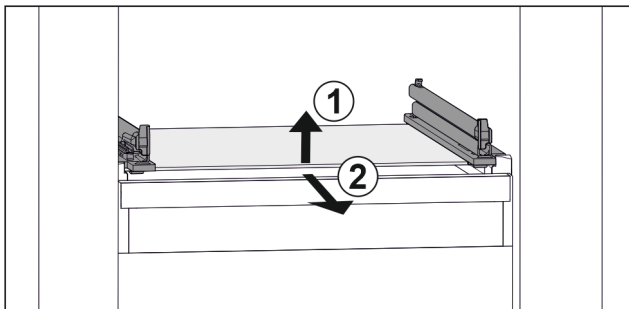

Fig. 121 Az üveglap példaként szolgáló ábrázolása
- Emelje meg az üveglap elejét. Fig. 121 (1)
- Vegye ki az üveglapot előre felé. Fig. 121 (2)